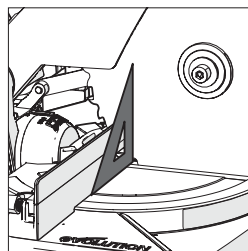

Fig. 8
- Posizionare la squadra sul banco con un bordo accostato al banco stesso e l'altro lato corto contro la lama (evitando le punte TCT dei denti della lama) (Fig. 8).